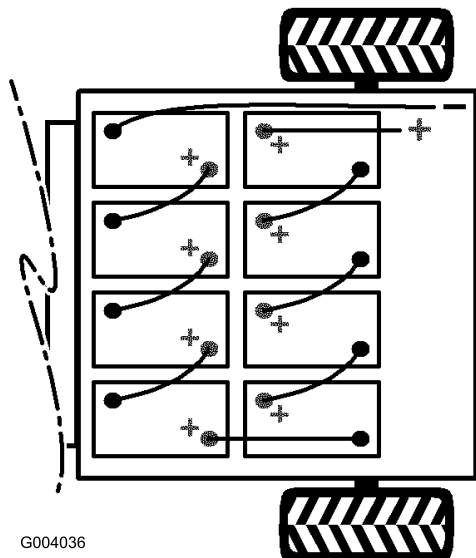

図 29
2. バッテリーと車体を接続している長いマイナス・ケーブル（黒）をバッテリー端子から外す（図 29）。
3. バッテリーと車体を接続している長いプラス・ケーブル（赤）をバッテリー端子から外す（図 29）。
- 注** バッテリーを新しく積み込む場合には、極性に十分注意してください（図 29）。
9. 図 29に示すように、先ほど外したバッテリー・ケーブルで、バッテリーを相互に接続する。
10. プラスのメイン・ケーブル（赤）でバッテリーを車両に接続する（図 29）。
11. マイナスのメイン・ケーブル（黒）でバッテリーを車両に接続する（図 29）。